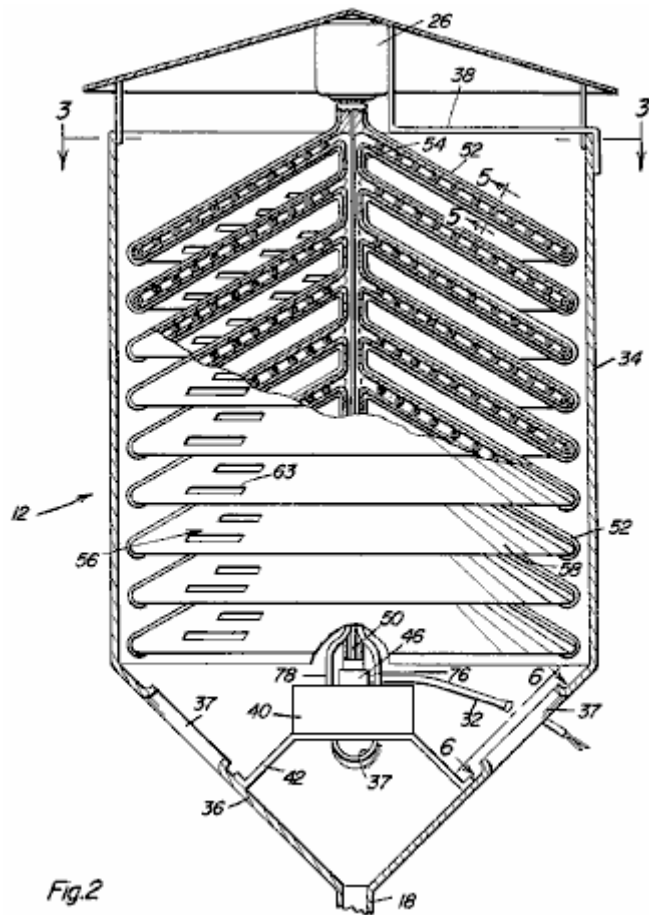

Fig.2
Fig.2 é uma vista parcial em corte com as peças mostradas na seção do aparelho.
Fig.3 é uma vista em corte tomada substancialmente através de um plano indicado pela linha de corte 3-3 do Fig.2.
**Fig.5** é uma vista parcial em corte tomada substancialmente através de um plano indicado pela linha de corte 5—5 em Fig.2.
**Fig.6** é uma vista em planta de uma abertura na porção do funil do aparelho, quando visto de um plano indicado pela linha de corte 6—6 em Fig.2.
Referindo-se agora às **figuras 2, 3, 4 e 5**, observar-se-á que a estrutura do tanque 12 inclui uma porção cilíndrica 34 que é conectada na parte inferior a uma porção do funil 36, a que o conduíte 18 é conectado. A água recolhe na parte inferior do funil 46 e transportada pela canalização 18 para armazenamento e utilização. Nas paredes do funil estão um número de aberturas em forma de aerodinâmica 37 com as bordas de projeção ascendentes permitindo a circulação do ar umidade-carregada através da parcela do funil para a coleção adicional da água, cada abertura que está sendo projetada entretanto para impedir o fluxo da água da porção do funil como visto da **Fig.2 e Fig.6**. Observar-se-á também que o motor 26 que está posicionado acima da parte superior aberta da porção cilíndrica 34 da estrutura do reservatório 12, é montado na secção cilíndrica 34 por meio de uma estrutura de montagem adequada 38 enquanto um refrigerante que circula a unidade 40 é montado dentro da porção de funil 36 em alinhamento axial com o motor 26 por qualquer estrutura de suporte adequada 42. Além do limpador da unidade 44 impulsionado pelo motor 26, o mecanismo de compressor 40 também é conduzido a partir do motor 26 e é ligado por um mecanismo de desconexão controlada por termostato 46 de qualquer projeto adequado, usando a alimentação de rede para conexão e Desconectando usando as linhas 32 que estão lá para essa finalidade. Os projetos específicos para o mecanismo 46 são bem conhecidos.
Será observado para a **Fig.2 e Fig.4** em particular, que o motor **26** tem um eixo de saída **48** ao qual está ligado um eixo alongado de extensão **50** que se estende para baixo através do reservatório **12** para a ligação ao compressor **40** através do embreagem eletricamente controlada **46**. Também conectado ao eixo do motor **48** são um número de braços de limpador interconectados **52** do mecanismo de limpador **44**. Observar-se-á da **Fig.2 e da Fig.4** que são fornecidos vários dispositivos de limpador de pára-inclinação paralelos **52** que são conectados por membros de ligação axial **54**.
Como visto mais claramente na **Fig.3**, as bobinas **72** são organizadas para fornecer arrefecimento para toda a superfície exposta da placa de condensação cônica **56** entre as superfícies de condensação superior e inferior **58 e 60** de cada membro da placa cônica como mais claramente visto na **Fig.4**, com as aberturas alinhadas **63** que estão sendo situadas entre as bobinas. Cada rede de arrefecimento da bobina **72** é ligada por um tubo de ligação radial **74** (**Fig.3**) ligado a uma porção de tubo axial **76** (**Fig.4**) através da qual o refrigerante pode ser bombeado para a bobina **72** de cada um dos membros da placa cônica **56**. A porção axial **76** do tubo de arrefecimento é conectada na parte inferior à unidade de circulação **40**. O refrigerante pressão é aplicado ao tubo de alimentação **76** para circulação através de cada um dos membros da placa cônica **56** e devolvido através de um tubo axial paralelo **78** como visto na **Fig.2 e Fig.4**.